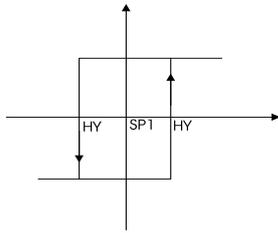

Figura 3
- a) **SP1** : programmazione del punto di intervento dell'allarme nel campo 0 ÷ 9999. Nel caso di soglia a finestra "SP1" determina la prima commutazione (vedi Figura 3).
- soglia ad intervento semplice vedi Figura 3.